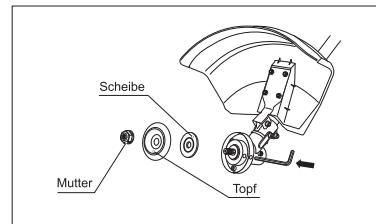

fig. 5
- Richten Sie die Bohrungen im Getriebetopf mit der Flanschscheibe aus. Stecken Sie die mitgelieferte Metall-Stopfenstange oder den Sechskantschlüssel in die Löcher im Getriebetopf und der Flanschscheibe. Drehen Sie die Mutter im Uhrzeigersinn, um sie und die Tasse und Scheibe von der Getriebespindel zu entfernen (Abb. 5).